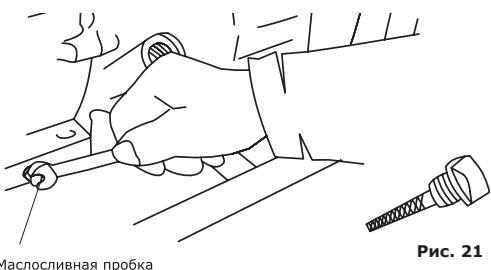

Рис. 21
- Найдите месторасположение маслосливной пробки (рис. 21).
• Очистите поверхность около сливной пробки (рис. 21).
• Отверните маслосливную пробку и слейте масло (рис. 21).